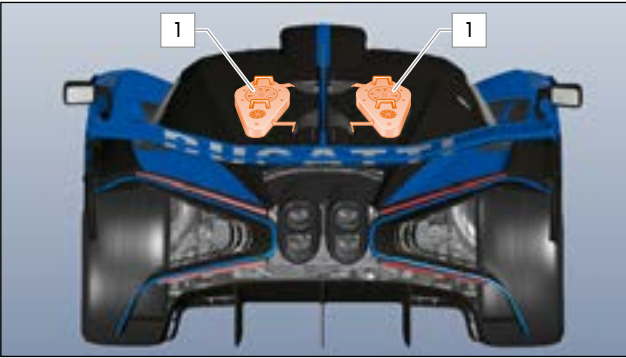

ABB.89 GEBLÄSELÜFTER AUF DEM MOTOR
- Platzieren Sie binnen 10 Sekunden, nachdem das Fahrzeug zum Stillstand gekommen ist, Gebläselüfter 1 (» Abb.89) auf dem Motor.